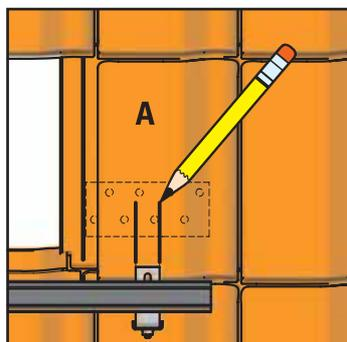

Figura 3-12 Contrassegnare la posizione del gancio da tetto
14. Contrassegnare i punti in cui i ganci da tetto attraversano le tegole (Figura 3-12)